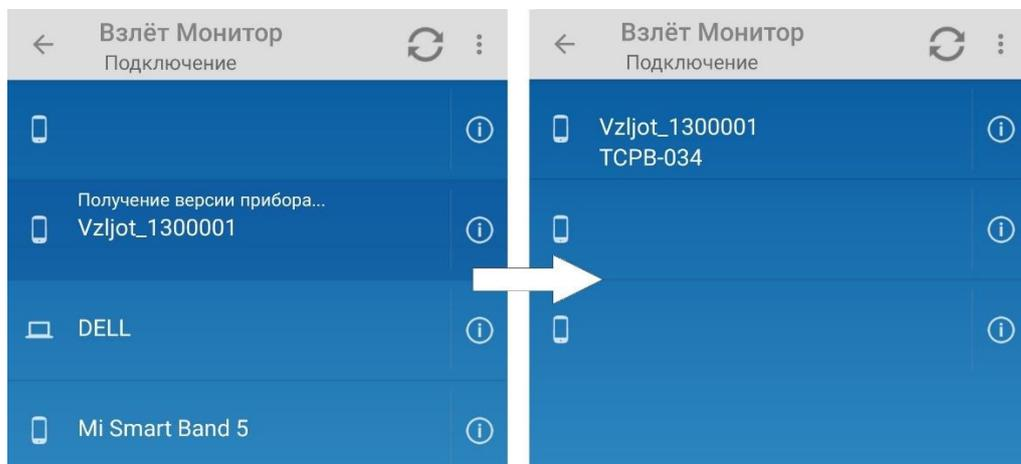

Рис.24. Установление связи с прибором.
3.5.5. Для установления связи с прибором коснитесь строки с найденным адаптером, **Vzljot_1300001**, после чего начнется соединение с прибором. В качестве примера выбрано описание настроек связи с тепловычислителем «ВЗЛЕТ TCPB-034» (рис.24).